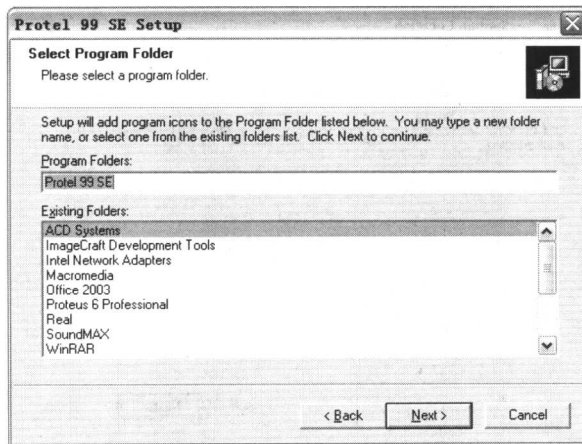

图 1-9 “Select Program Folder”对话框
(10) 选择软件安装的类型：Protel 99SE 提供了“Typical（典型安装）”和“Custom（自定义安装）”两种软件安装的形式，一般选择“Typical”类型安装。此时可以直接单击“Next”按钮，Windows 显示“Select Program Folder（选择软件安装文件夹）”对话框，如图 1-9 所示。